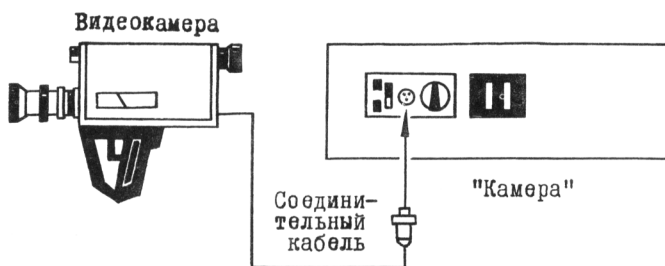

Рис.5
- подсоединить кабель видеокамеры к видеомагнитофону (рис.5);